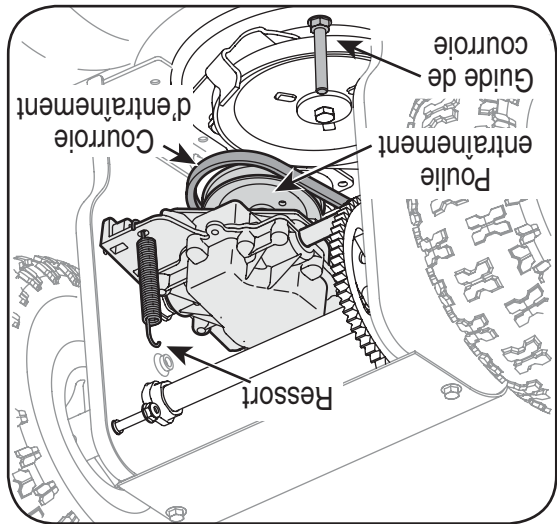

Figure 13
2. Retirez le ressort qui retient la transmission sur un boulon sur le châssis du moteur. Voir la Figure 13.
1. Basculez la souffreuse pour la faire reposer sur l'habitacle des tarières. Retirez le guide de courroie comme illustré à la Figure 13. Redressez la souffreuse à neige pour accomplir les étapes suivantes.